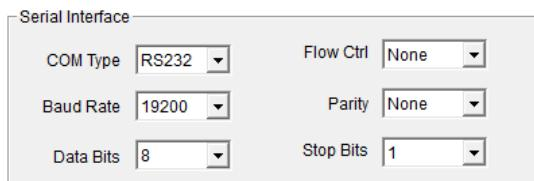

Рисунок 14 – Область параметров «Serial Interface» вкладка «Com»
3.5.13.5 В основном окне программы «M1000 Pro V2 Configurator» необходимо выбрать вкладку «**Com**». В область параметров «**Serial Interface**» (рисунок 14) ввести следующие настройки: